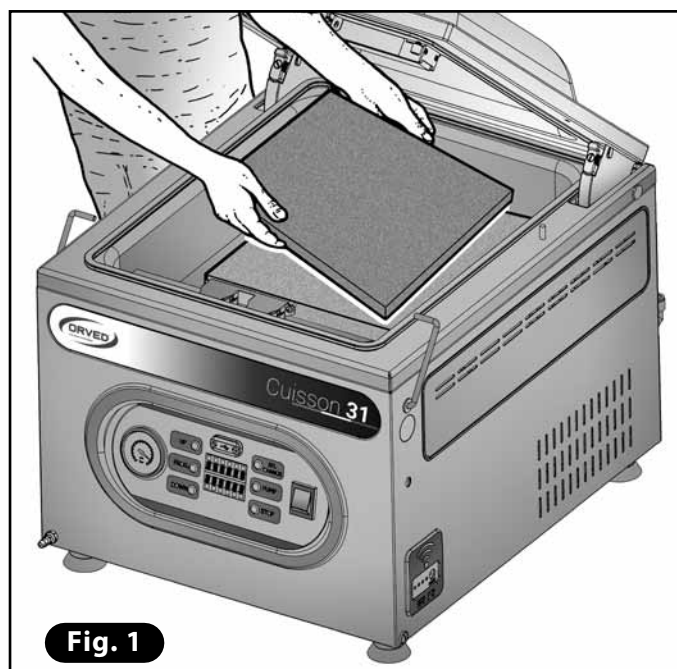

Fig. 1
- 4) Enlever les rayons en PE de la vasque (**Fig. 1**).